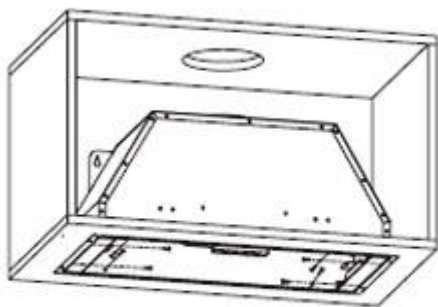

Рис. 9
2. Используйте 8 винтов ST4*14, чтобы прикрепить корпус к полости шкафа изнутри. Убедитесь, что вытяжка плотно прилегает к нижней части шкафа. Смотрите рис. 9.